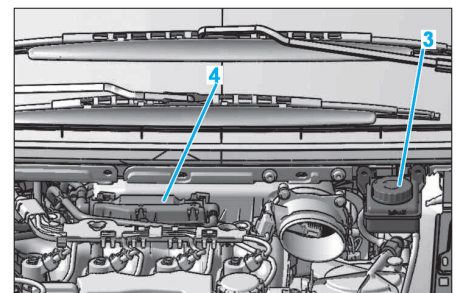

FIG. 50
- Écarter (Fig.50) :
- le réservoir de liquide de frein (3)